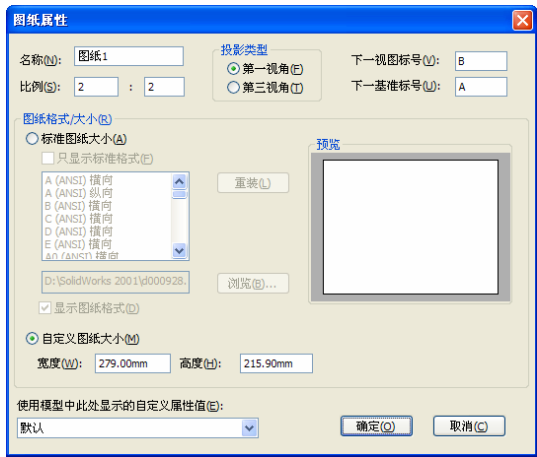

图 15-8 “图纸属性”对话框
⑤ 在图形窗口中的空白区域右击，在弹出的快捷菜单中选择“属性”，此时会出现“图形属性”的设置窗口：在“比例”选项框中将比例设置成 2:1（如图 15-8 所示），点击确定将会看到此时的三视图将在图纸区域显示成放大一倍的状态，如图 15-9 所示。